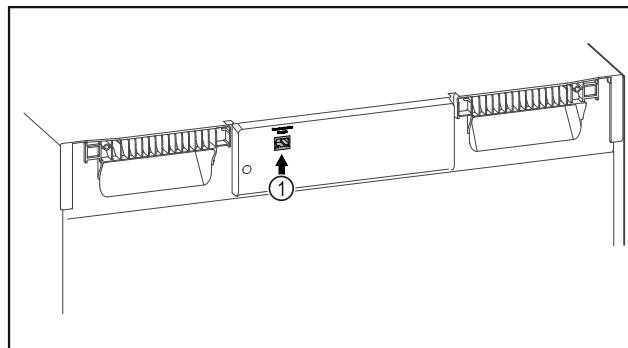

Fig. 78
- SmartModule Fig. 78 (1) встановлено.